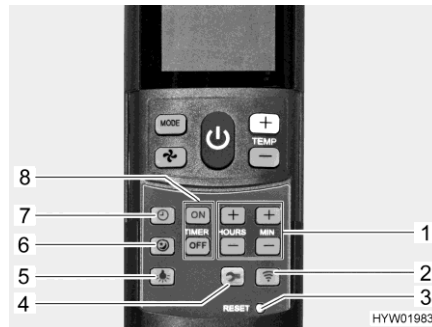

Bild 130 Fernbedienung mit Einstell-tasten (Klimaanlage)
- Taste Sanftlauf (Bild 130,6) drücken. Im Kühlbetrieb läuft das Gebläse dann mit niedriger Drehzahl und deshalb besonders leise.
- Taste Uhrzeit (Bild 130,7) drücken.
- Mit den Tasten (Bild 130,1) Stunden und Minuten einstellen.
- Taste "ON" (Bild 130,8) drücken.
- Tasten für die Zeiteinstellung (Bild 130,1) drücken, bis die gewünschte Zeitspanne bis zum Einschalten erreicht ist.
- Taste "OFF" (Bild 130,8) drücken.
- Tasten für die Zeiteinstellung (Bild 130,1) drücken, bis die gewünschte Zeitspanne bis zum Ausschalten erreicht ist.
- Taste "ON" oder Taste "OFF" (Bild 130,8) erneut drücken.
- Taste Licht (Bild 130,5) drücken. Das Licht wird mit der zuletzt eingestellten Dimmstufe eingeschaltet.
- Taste Licht (Bild 130,5) drücken und gedrückt halten, bis die gewünschte Helligkeit erreicht ist.
- Taste Licht (Bild 130,5) drücken.
- ▷ Die Taste Setup (Bild 130,4) dient dazu, die Fernbedienung bei der ersten Inbetriebnahme mit der Klimaanlage zu verbinden.